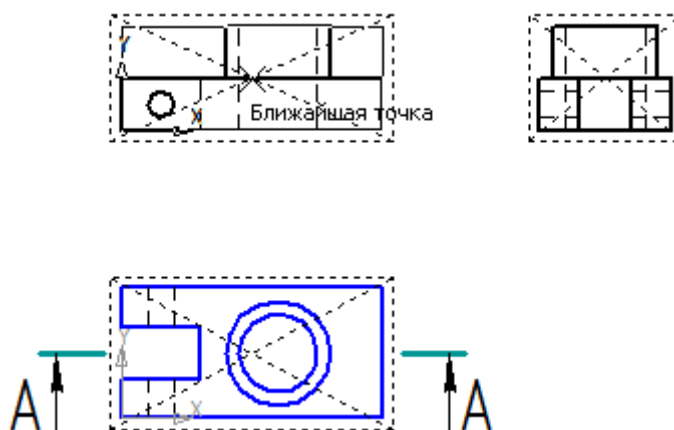

Рис. 6
- увеличьте изображение и, не отпуская ЛКМ, установите фантом, как показано на рис. 6 (исчезновение некоторых линий говорит о точном совпадении фантома с видом);